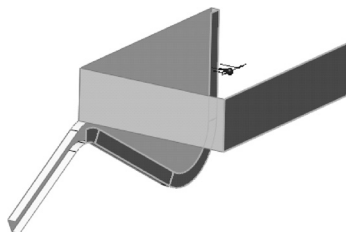

图 4-50 创建直纹曲面 3
STEP 5 执行两次“直纹曲面”按钮，以“正交于曲面”方式，选择如图 4-50 所示曲面边线，创建直纹曲面，底部直纹曲面距离平面的距离为 13mm，顶部直纹曲面距离平面的距离为 200.5mm。